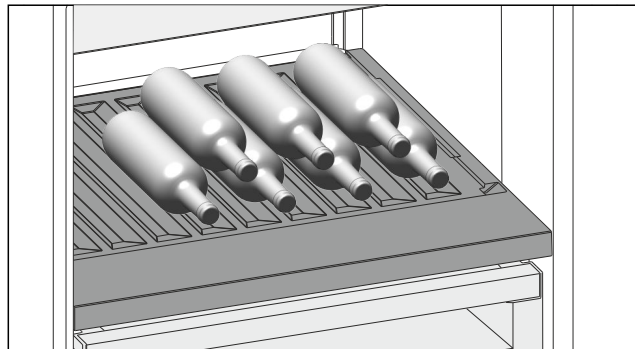

Fig. 132
- Flaschen mit dem Boden nach hinten zur Rückwand einlegen. (siehe Fig. 132)